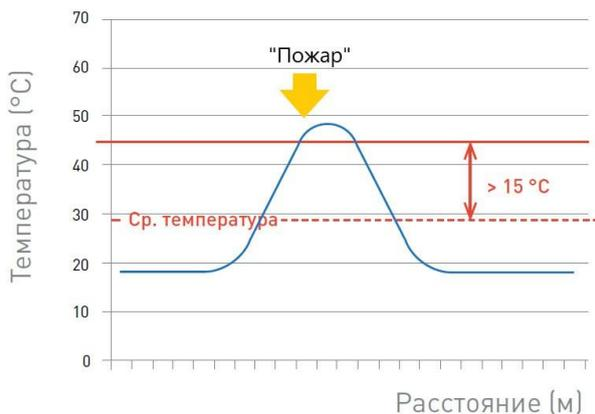

Рисунок 4.4 – Формирование сигнала «Пожар» по превышению средней температуры в зоне
3) Превышение температуры в точке относительно средней температуры в зоне на заданную величину. Это так называемый адаптивный порог. Блок обработки вычисляет среднюю температуру вдоль чувствительного элемента в зоне и формирует сигнал «Пожар» при перегреве в любой точке на заданную величину. Например, на графике рис. 4.4 показано распределение температуры в зоне, средняя температура в зоне равна минус 20 °С, формирование сигнала «Пожар» происходит при повышении на 15 °С, т.е. в данном случае при температуре минус 5 °С. Этот алгоритм формирования сигнала «Пожар» обеспечивает раннее обнаружение перегрева оборудования, электрического кабеля или образование очага независимо от температуры в зоне, например, при защите наружного оборудования.